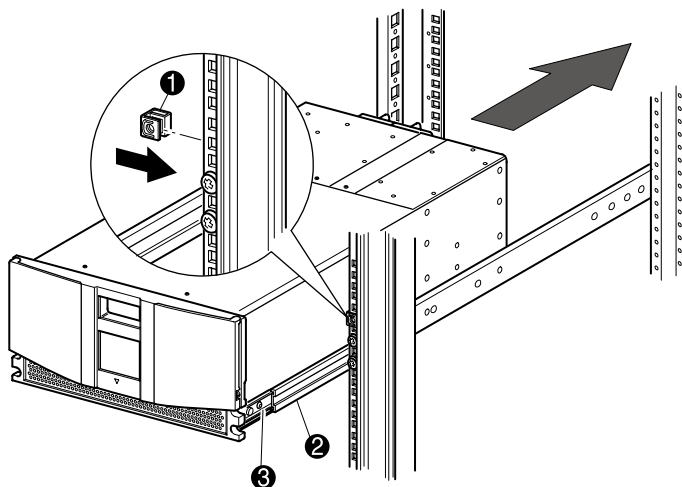

Figure 2–4. Installation de la librairie (modèle MSL5026 présenté)
10. Une fois les portes ouvertes, fixez le panneau avant au rack Compaq à l'aide des deux vis de fixation (voir Figure 2–5). Fermez les portes.